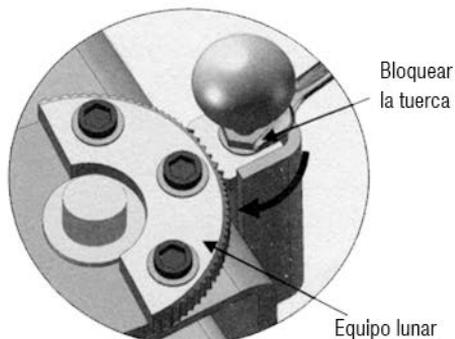

Fig. 27
4. Ajuste el engranaje de la luna y el bloqueo del brazo para que se engranen, luego apriete la tuerca del bloqueo del brazo (Fig. 27)